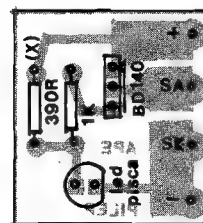

Fig. 5
- **FIG. 5 - CHAPEADO DA MONTAGEM** - A plaquinha de Circuito Impresso agora é vista pelo seu lado **não** cobreado, ainda em tamanho natural (para facilitar ao máximo a interpretação...). As 4 peças do núcleo do circuito